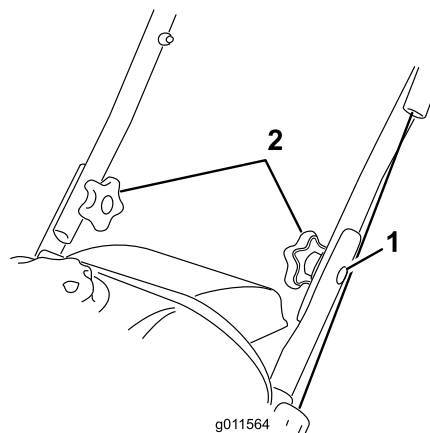

Bild 3
2. Stecken Sie die Senkschrauben in die ausgefluchteten Löcher, wobei sich der Schraubenkopf an der Außenseite des Griffs befinden muss (Bild 3).
1. Senkschraube (2)
3. Befestigen Sie die Wellenscheiben und die Griffhandräder an den Senkschrauben an der Innenseite des Griffs (Bild 3) und **ziehen die Handräder fest an**.